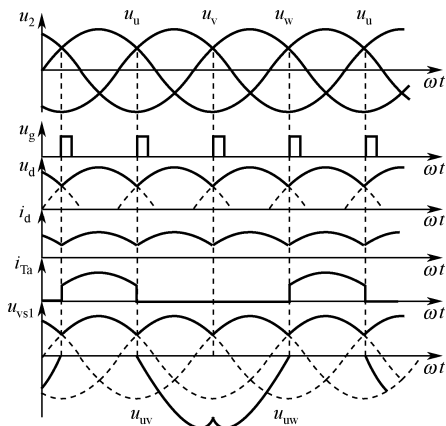

图 4-35 三相半波可控整流电路 $\alpha=0$ 时的波形
(2) 在 ωt_1 时刻。 触发 VS_1 , 在 $\omega t_1\sim\omega t_2$ 区间, 三相电压的关系为 $u_u>u_v$ 、 $u_u>u_w$, u 相电压最高; VS_1 承受正向电压而导通, 输出电压 $u_d=u_u$ 。其他晶闸管承受反向电压而截止。 VS_1 通过的电流 i_{t1} 与变压器二次侧 u 相电流波形相同, 大小相等。
(3) 在 ωt_2 时刻。 触发 VS_2 , 在 $\omega t_2\sim\omega t_3$ 区间, v 相电压最高。由于 $u_u<u_v$, VS_2 承受正向电压而导通, $u_d=u_v$ 。 VS_1 两端电压 $u_{t1}=u_u-u_v=u_{uv}<0$, 晶闸管 VS_1 承受反向电压而关断。在 VS_2 导通期间, VS_1 两端电压 $u_{t1}=u_u-u_v=u_{uv}$ 。
(4) 换相。 在 ωt_2 时刻发生的、由一相晶闸管导通变换为另一相晶闸管导通的过程称为换相。
(5) 在 ωt_3 时刻。 触发 VS_3 , 在 $\omega t_3\sim\omega t_4$ 区间, w 相电压最高。由于 $u_v<u_w$, VS_3 承受正向电压而导通, $u_d=u_w$ 。 VS_2 两端电压 $u_{t2}=u_v-u_w=u_{vw}<0$, 晶闸管 VS_2 承受反向电压而关断。在 VS_3 导通期间 VS_1 两端电压 $u_{t1}=u_u-u_w=u_{uw}$ 。
(6) 一个周期。 在一个周期内, VS_1 只导通 $2\pi/3$, 在其余 $4\pi/3$ 时间承受反向电压而处于关断状态。
(7) 波形 (见图 4-35)。